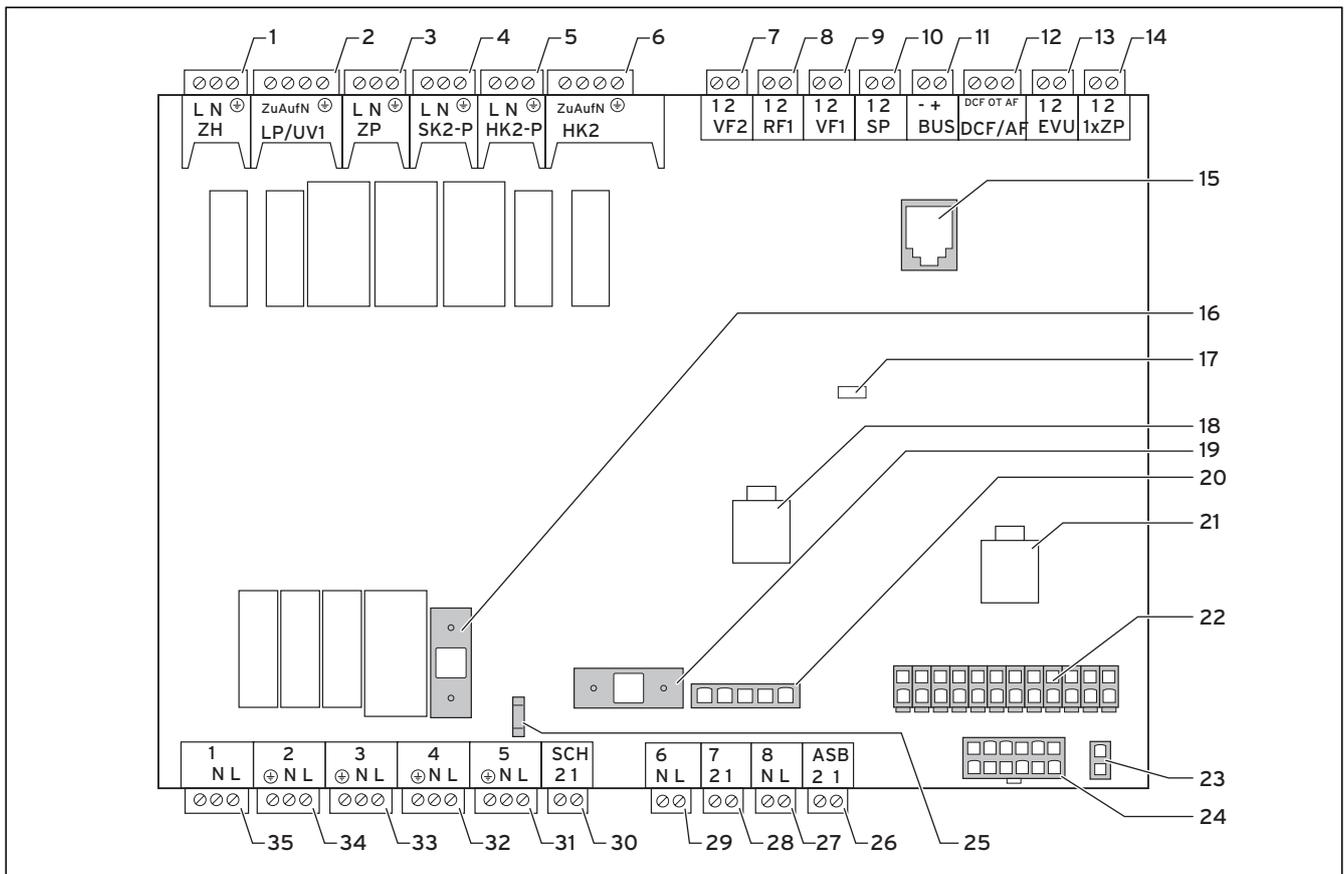

Abb. 7.10 Reglerplatine
- Schließen Sie die permanente Stromversorgung an die Netzeinspeisung Normaltarif an (2).
- Schließen Sie die Niedertarif-Stromversorgung an die Netzeinspeisung Niedertarif an (1).
- Schließen Sie den Kontakt des Rundsteuersignalempfängers an Klemme 13 „EVU“ (Energieversorgungsunternehmen) an (→ **Abb. 7.10, Pos. 13**).
Legende zu Abb. 7.10
- Installieren Sie die Standardfühler VR 10 entsprechend den Anforderungen des Hydraulikschema-Beispiels und schließen Sie sie an den jeweiligen Klemmen der Reglerplatine an (→ **Abb. 7.10**).
- Schließen Sie die externe Heizkreispumpe an Klemme HK2-P an (→ **Abb. 7.10, Pos. 5**).